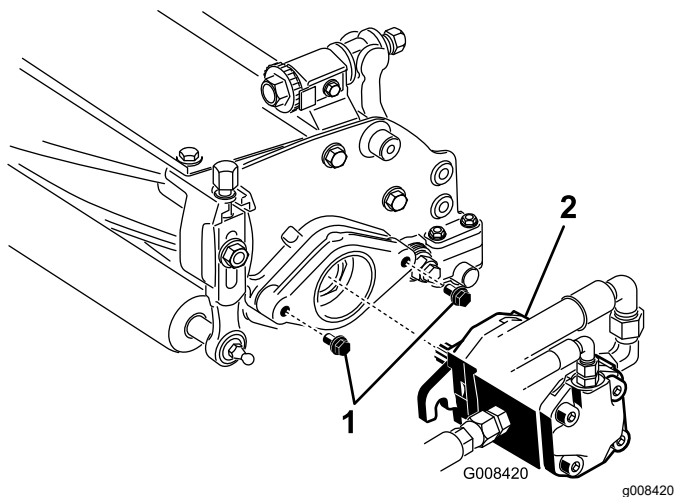

图 8
7. 确保每个滚刀驱动马达安装螺栓都有大约 13 mm 的螺纹露在外面 图 8。
8. 在马达花键轴上涂抹干净的润滑脂然后安装马达首先顺时针旋转马达使马达法兰脱离螺栓。逆时针旋转马达直至法兰环绕住螺栓 图 8。
9. 然后旋紧安装螺栓 图 8。